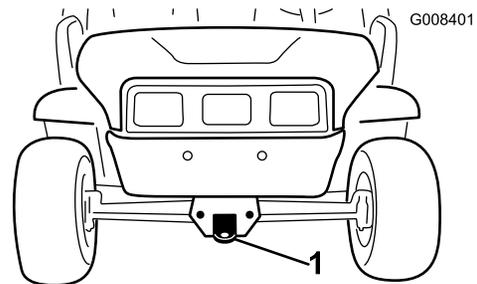
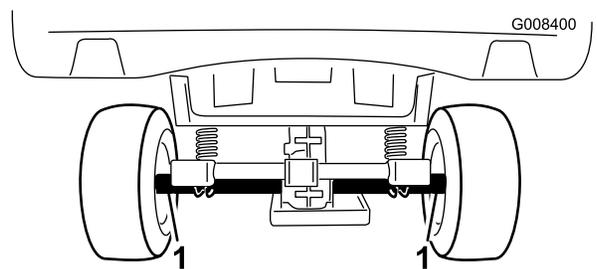

图 22
图 23
长距离移动时请使用带全宽斜面的拖车。确保机器稳固绑定到拖车上。参见图 22和图 23查看机器栓系点的位置。
2. 将拖绳系在机器机架前面的牵引杆上图 22。